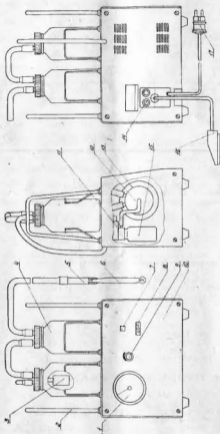
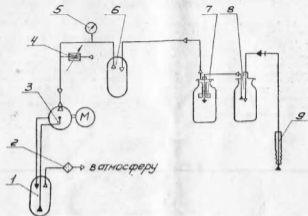
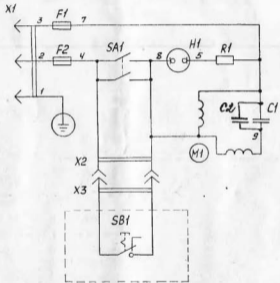

Рис. 1. Общий вид аппарата
Рис. 2. Схема пневмогидравлическая
Рис. 3. Схема электрическая принципиальная
3.3. По электробезопасности аппарат выполнен по классу защиты I типу В — с несъемным трехжильным шнуром питания; третья жила желто-зеленого цвета используется в качестве заземляющего провода и соединена с заземляющим контактом штепсельной вилки. Педаль И6 (см. рис. 1) выполнена по классу защиты 2.
На рис. 1 изображен общий вид аппарата, на рис. 2 — схема пневмогидравлическая, на рис. 3 — схема электрическая принципиальная.
5.2. Наконечник 6 (рис. 1) является инструментом, которым непосредственно производится разрушение и отсасывание плодного яйца при проведении абортов. На рабочем конце наконечника имеются отверстия, через которые происходит отсос содержимого матки.
5.4. Агрегат насосный состоит из вакуум-насоса 12 (см. рис. 1) с электродвигателем 13.
Для предотвращения загрязнения атмосферного воздуха парами масла выход воздуха из масляной происходит через фильтр 11. Плавность работы агрегата и отсутствие резкого изменения остаточного давления обеспечивается ресивером 6 (см. рис. 2), который одновременно служит и предохранителем от случайного попадания отсасываемой массы в вакуум-насос.
- 7.3. Проверьте наличие масла в масленке 15 (см. рис. 1), для чего снимите заднюю стенку, открутив 4 винта; при необходимости долейте масло до 50 г ($1/2$ масленки), для этого выверните масленку и залейте масло вазелиновое медицинское ГОСТ 3164-78.
11.4.1. При отыскании неисправностей пользуйтесь схемой пневмогидравлической (см. рис. 2), схемой электрической принципиальной (см. рис. 3) и общим видом аппарата (см. рис. 1).
- 1) отверните держатели предохранителей 14 (см. рис. 1);
- 4) промойте масляную 15 (см. рис. 1) керосином;